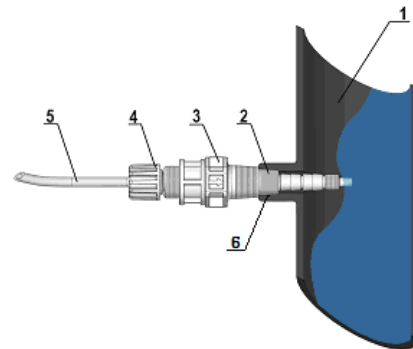

Abb. 7 - Anschluss
Sowohl an der Abgabelleitung wie auch an der Saugleitung sollten scharfe Kurven vermieden werden, um Engpässe in der Leitung zu vermeiden. Am für die Einspritzung des zu dosierenden Produkts am besten geeigneten Punkt an der zur Anlage führenden Leitung einen 3/8"-Anschluss oder ein 1/2"-Gas-Innengewinde montieren. Dieser Anschluss ist nicht im Lieferumfang enthalten. Das Einspritzventil mit PTFE-Band auf den „Dichtungsring“ schrauben (siehe Abb. 7). Den Schlauch am konischen Einspritzventil anschließen und mit einem Sicherungsring (4) fixieren. Das Einspritzventil ist gleichzeitig ein Rückschlagventil.